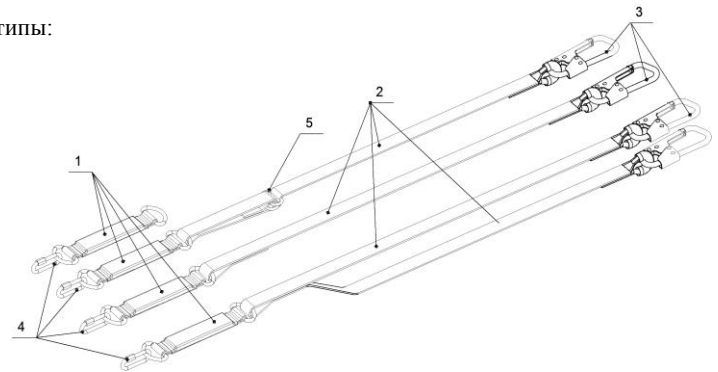

Рис.1
Состав изделия: стропы с амортизатором состоят (см. рис.1) из амортизатора (1) и фала (2), выполненного из полиамидной ленты (А), из стального каната в защитной оболочке (Б), из полиамидного каната (В) или из металлической цепи (Г). На одном конце фала закреплён карабин (3), предназначенный для присоединения к анкерной точке, а другой конец фала соединен с амортизатором. На другом конце амортизатора имеется или петля, или D-кольцо, или карабин (по спец. заказу) (4), предназначенные для присоединения к крепёжному элементу страховочной или страховочно-удерживающей привязи, предназначенному для останова падения (оба элемента расположены на наплечных лямках страховочной привязи и маркированы буквой «А»). Регулируемые стропы с амортизатором типа Аарег и Варег дополнительно снабжены регулятором длины (5). Двуплечие (двухветвевые) стропы Ада, Бда, Вда и Гда, кроме этого, имеют два фала, на конце каждого из которых закреплён карабин (3), два других конца фалов образуют одну петлю, соединённую с петлей амортизатора. Двуплечие (двухветвевые) регулируемые стропы с амортизатором Адарег, Вдарег состоят из двух фалов, каждый из которых снабжен регулятором длины (5).